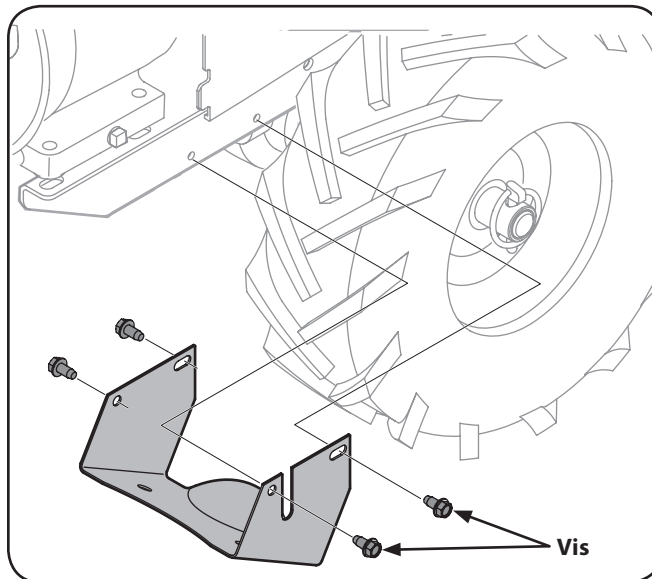

Figure 7-2
3. Retirez les quatre vis hexagonales de 1/4-20 qui fixent le couvercle des poulies au châssis, puis retirez le couvercle. Voir Figure 7-2. Gardez le couvercle dans un endroit sûr pour utilisation ultérieure.